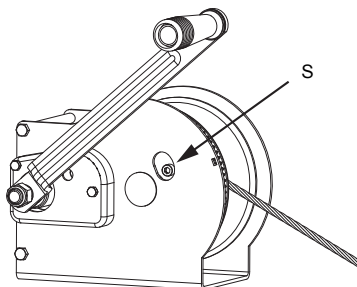

Рис. 7 Предохранительный винт
2. Закрепите подъёмный трос, затянув предохранительный винт (S). См. рис. 7.